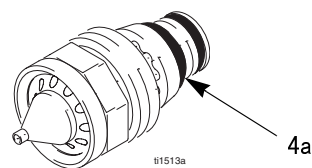

图 19. 喷嘴导电 O 形圈
5. 确保枪管中的金属触点（C）、喷嘴接触环（4a，图 19）、电极触点（E）清洁且完好。